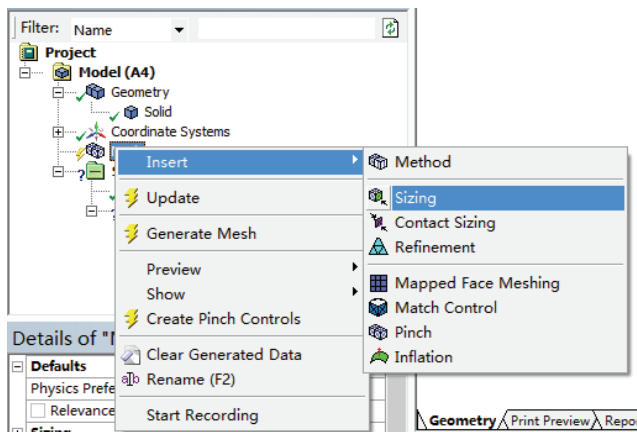

图 9-5 添加局部单元尺寸
2) 在 Mesh 上单击右键, 选择 Insert>Sizing, 如图 9-5 所示, 然后选择待划分的线体, 在